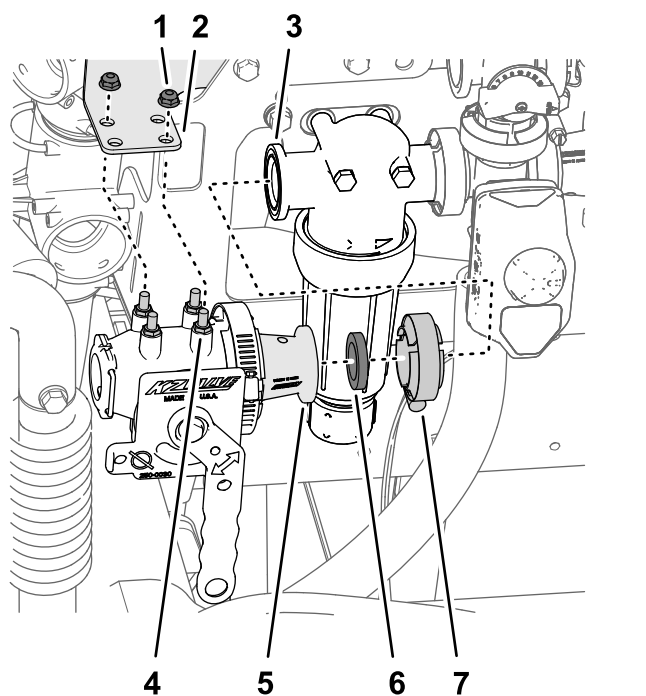

图 7
2. 使用您在 拆下软管 (页码 4) 步骤 2 中拆下的垫圈将异径管适配器清洁加药器阀的凸缘与压力式滤头图 7 的凸缘对齐。
3. 通过阀安装座支架的孔对齐压力式滤头的螺栓图 7。
4. 使用您在 拆下软管 (页码 4) 的步骤 2 中拆下的法兰夹具将异径管适配器的凸缘组装到压力式滤头图 7 的凸缘。